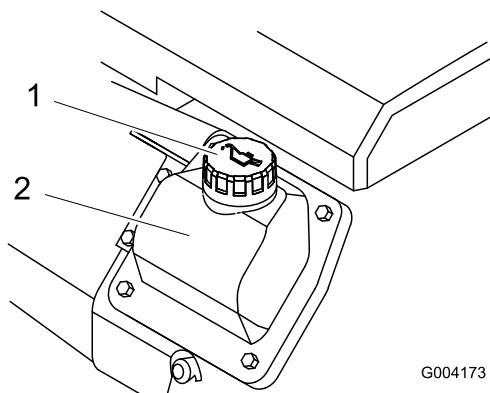

Figura 16
- 8. Si el nivel de aceite es bajo, limpie alrededor del tapón de llenado y retire el tapón (Figura 16).